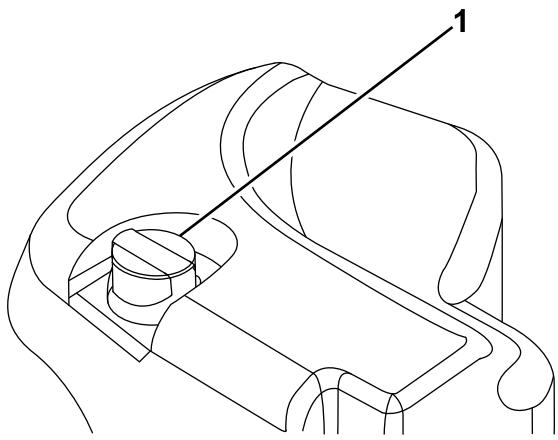

図 32
2. 油圧オイル・タンクの注油口周辺をきれいに拭き、キャップ **図 32** を外す。